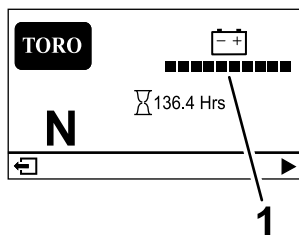

Bild 24
- **Hauptinformationsbildschirm (Bild 24):** Zeigt aktuelle Maschineninformationen an, während der Schlüssel in der Stellung EIN ist.